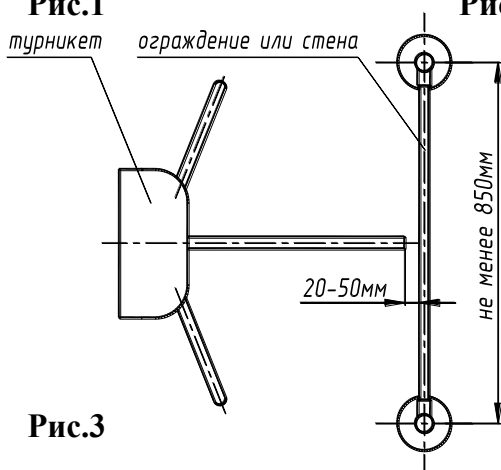

Рис.3
- 6.5. Для правильной работы турникета необходимо установить его с формирователем прохода так, как показано на рис.3 (вид сверху). Вместо ограждения прохода может быть стена, при этом конец штанги должен быть на расстоянии 20-50мм от стены (при использовании штанги «антипаника» - 50-60мм от стены)